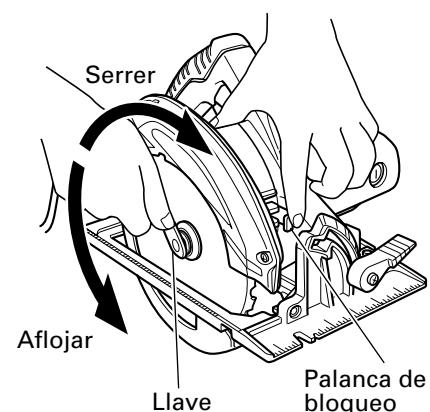
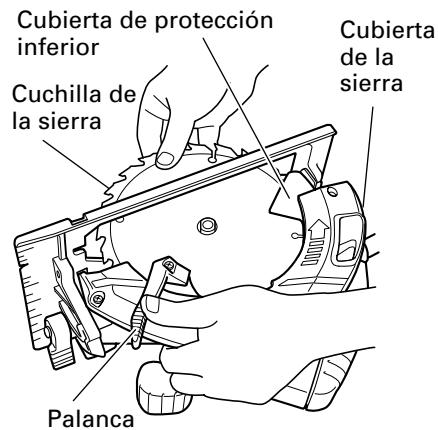

Fig. 17
Fig. 18
- (1) Ajuste el volumen de corte al máximo, y coloque la sierra circular como se muestra en la Fig.17.
- (2) Presione la palanca de bloqueo, bloquee el husillo, y quite el perno de brida hexagonal y la arandela (B) con la llave.
- (3) Mientras sujetá la palanca para mantener la cubierta de protección inferior completamente retraída dentro de la cubierta de la cuchilla, retire la cuchilla de la sierra. (Fig.18)